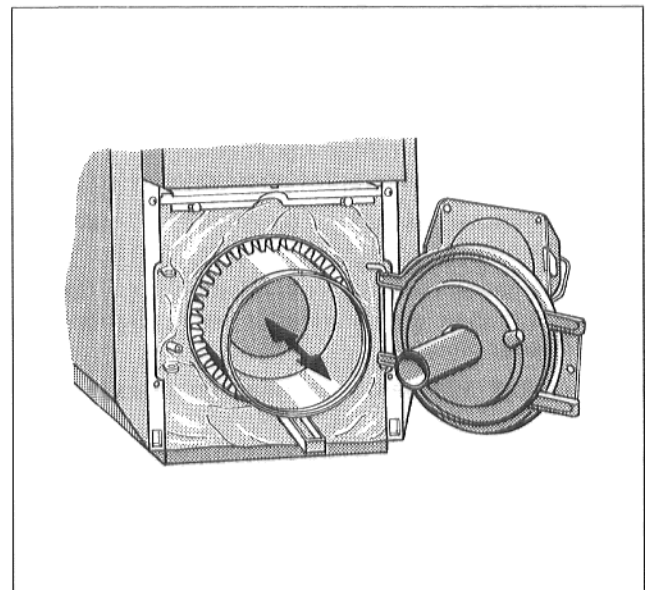

Abb. 29
- Flammtopf wieder so einsetzen, daß die Haltebügelstange vorne, unten in den Vertiefungen der Heizflächen liegen (Abb. 29).
- Brennergürtel öffnen, Flammtopf aus dem Feuerraum entnehmen (Abb. 29).
- Flammtopf aus dem Feuerraum entnehmen (Abb. 29).